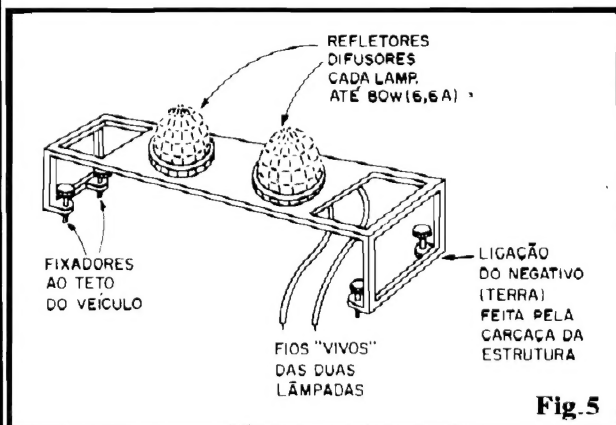

Fig.5
- FIG. 5 - DETALHES (E/OU SUGESTÕES...) SOBRE A ESTRUTURA EXTERNA DO LAMPEJADOR - O diagrama mostra "como é", ou "como pode ser feita" a estrutura externa do LAMPEJADOR, constando de uma "gaiola" metálica longa e estreita (normalmente construída com perfis de ferro ou alumínio), contendo uma plataforma ao alto, sobre a qual ficam as duas campânulas refletoras/difusoras, contendo as lâmpadas... Nos quatro cantos inferiores da estrutura, arranjos mecânicos de "grampos" e "borboletas" de fixação, se encarregam de mecanicamente "aderir" a "gaiola" ao teto do veículo, via canaletas laterais de escoamento da água pluvial, como é mais comum... Eletricamente, um "polo" de cada uma das duas lâmpadas, é ligado à própria estrutura metálica, "fazendo terra" e recebendo, através dessa conexão mecânica, o necessário retorno da energia/Corrente... O "outro" polo de cada lâmpada é conectado a fios de bom calibre (sempre lembrando que a Corrente é alta...), os quais são levados às Saídas "A" e "B" do circuito (ver figs. 1-3-4...). Observem, ainda, o seguinte: se o método mecânico de fixação da "gaiola" sobre o veículo **não permitir** um bom "aterramento" do conjunto (com o que as lâmpadas ficariam sem o necessário "retorno" de Corrente...), será imprescindível promover essa conexão, via malha metálica nitidamente ligada à dita estrutura e à "massa" do veículo... Lâmpadas realmente poderosas poderão ser controladas (de preferência halógenas, pelo seu elevado rendimento luminoso...). Quanto aos difusores, normalmente são usadas as cores vermelho/azul ou vermelho/âmbar, porém - dependendo da utilização final, e dos regulamentos específicos, nada impede que sejam usados dois iluminadores de idêntica tonalidade (ambos vermelhos, ambos amarelos, etc.).